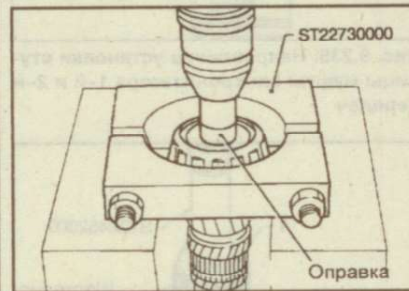

Рис. 9.228. Снятие переднего подшипника с вторичного вала
8. Снимите передний подшипник с вторичного вала (рис. 9.228).